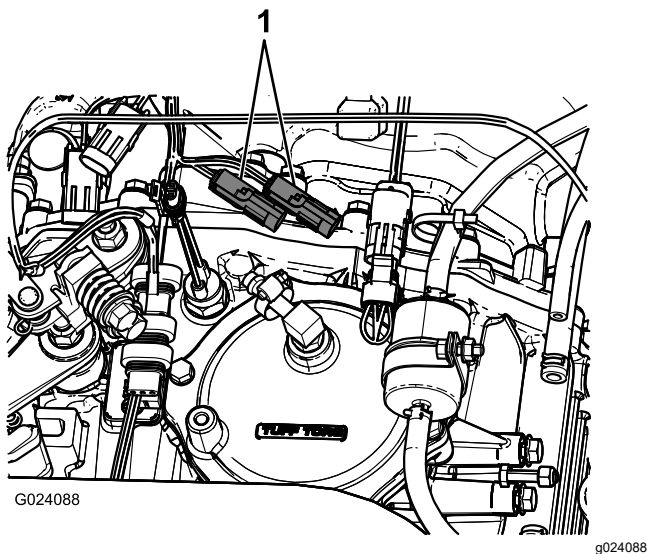

Figura 16
2. Na transmissão da máquina, ligue o conector de três pinos da cablagem da máquina para o sensor de velocidade ao conector de 3 tomadas da cablagem do pulverizador para o sensor de velocidade (Figura 16).